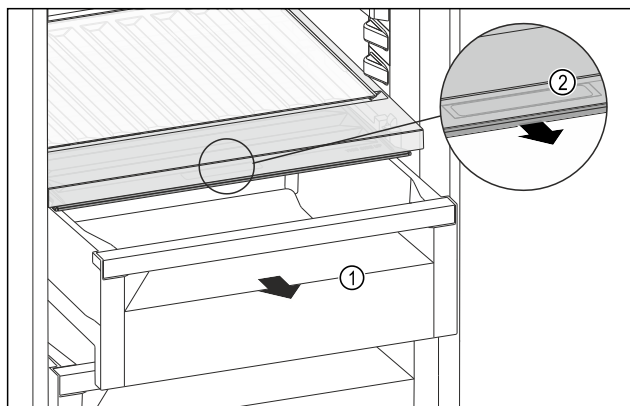

Fig. 107
- Izvucite ladicu Fig. 107 (1).
- Primite ručku Fig. 107 (2) na poklopcu pretinca i istodobno povucite poklopac pretinca prema naprijed.